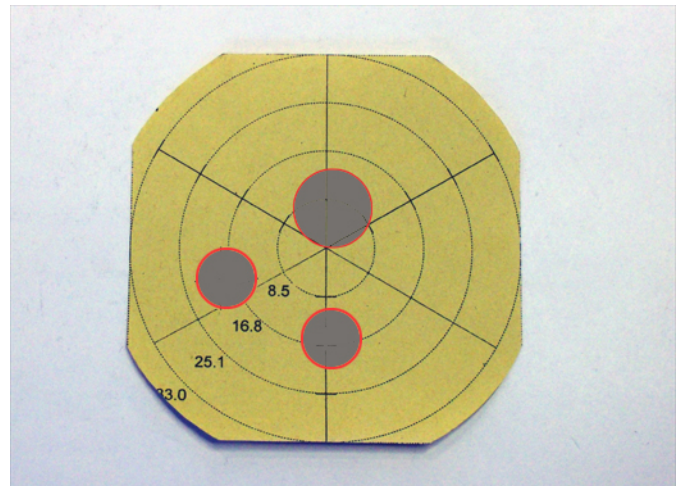

Abbildung 1
- **Spraybild i.O.:** Die drei Spraykeulen sind gleichmäßig verteilt und etwa gleich groß. (Abbildung 1)